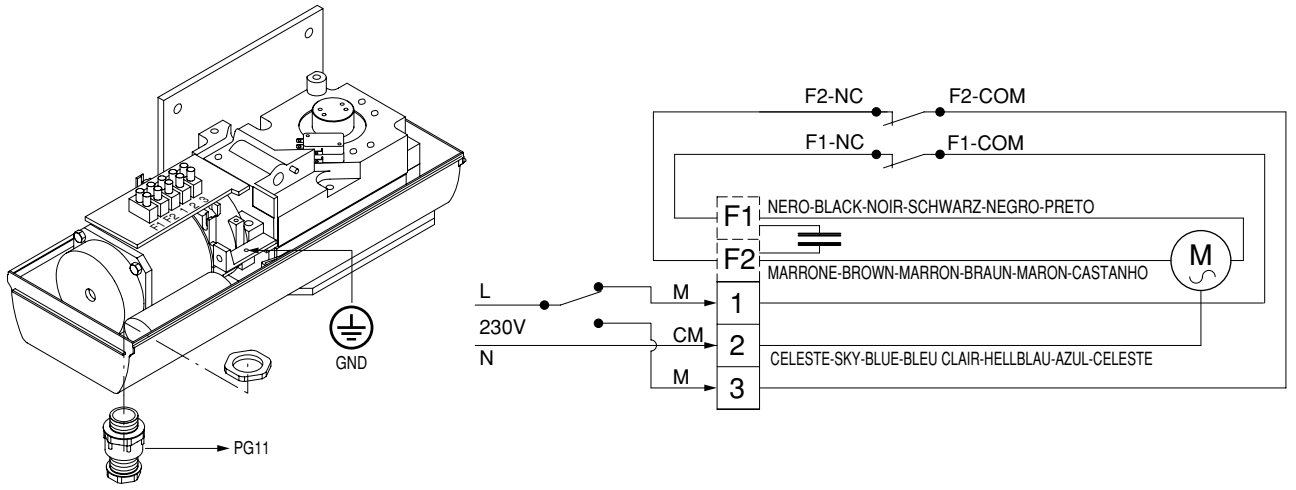

Fig. 12
- Colocar as cames de referência de final de curso "R-FC1" e "R-FC2" tal como indicado na Fig. 12, sem fixar os parafusos de bloqueio.
- Com o portão completamente fechado ou aberto, girar a came correspondente, até sentir o disparo do microinterruptor de final de curso interessado e bloqueá-la nessa posição fixando os relativos parafusos tal como indicado na Fig.12.